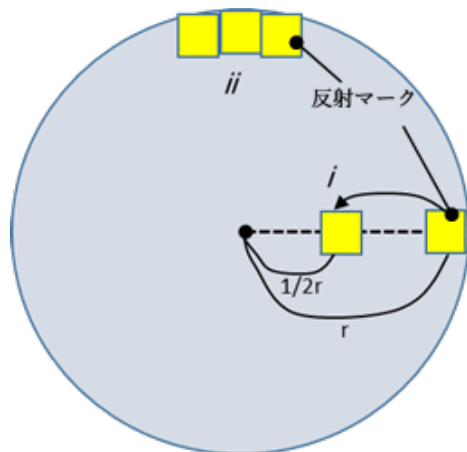

図 2
例えば図2の  $i$  のように、反射マークの貼付位置を回転体の中心部に近づけて、半分の  $5\text{ cm}$  にすれば、②式の結果は  $n \leq 4,775$  となり、 $4,000\text{ r/min}$  の回転速度を計測できるようになります。
図2の  $ii$  のように、反射マークを回転方向に複数並べて貼ることも対応が可能です。検出の成否は「反射マークが横切る時間」によって制限されるので、反射マークを長くすれば、通過時間も長くなります。反射マークを2枚繋げて貼れば、通過速度は同じでも時間は2倍になり、2倍の速度（2倍の回転速度）まで測ることができるようになります。（3枚貼れば、3倍の回転速度まで計測できるようになります。）